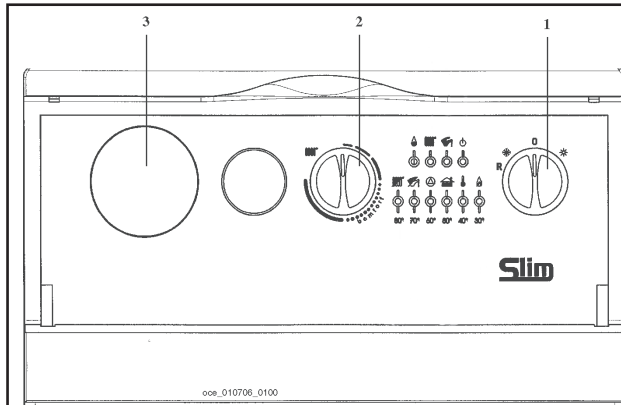
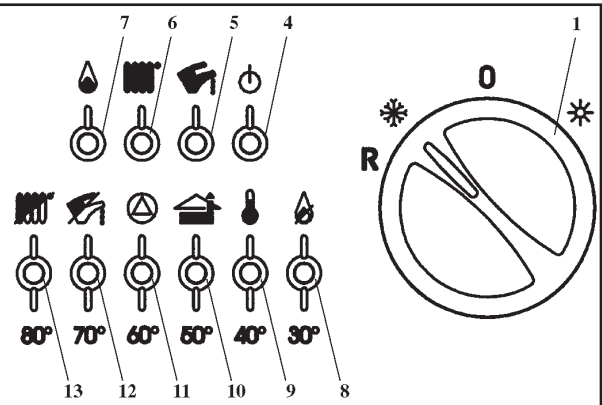

Рис. 1: Панель управления котла
Рис. 2: Световая индикация
- установить переключатель режимов «лето - зима» (рис. 1, позиция 1) в режим «зима».
- установить регулятор температуры воды в системе отопления (рис. 1, позиция 2) на нужное значение.
Важная информация: при переключателе режимов «лето - зима» (рис. 1, позиция 1), установленном в положении «зима» , перед каждым очередным включением котла по сигналу регулятора системы отопления установлена задержка на несколько минут (для того чтобы избежать частых включений/выключений). Для того чтобы горелка включилась сразу, переведите переключатель в положение (0), а затем снова установите режим «зима».
Внимание! При первом включении внутри трубы подачи газа могут образоваться воздушные пробки. В таких случаях горелка не будет включаться и произойдет блокировка котла по газу (загорается красная лампочка блокировки котла - рис. 1, позиция 8).
При возникновении данной проблемы повторите процесс включения котла до поступления газа в горелку, кратковременно установив перед включением переключатель режимов (рис. 1, позиция 1) в положение R (сброс).
Данное устройство может быть снабжено комнатным термостатом для контроля температуры отапливаемого помещения. В этом случае регулятор температуры воды в системе отопления (рис. 1, поз.2) устанавливается в максимальное положение, а сигналы на включение и выключение котла поступают от комнатного термостата.
При отсутствии комнатного термостата температура помещения регулируется косвенным образом при помощи регулятора температуры воды в системе отопления (рис. 1, поз.2); при таких условиях насос системы отопления работает постоянно. Для увеличения температуры повернуть регулятор по часовой стрелке, для уменьшения - против часовой стрелки.
- Установить переключатель режимов (рис. 1, позиция 1) в положение (0), проследив, чтобы лампочка-индикатор (рис. 2, позиция 4) погасла; таким образом прекращается подача электричества в котел.
- переключатель режимов (рис. 1, позиция 1) не установлен в положение (0);